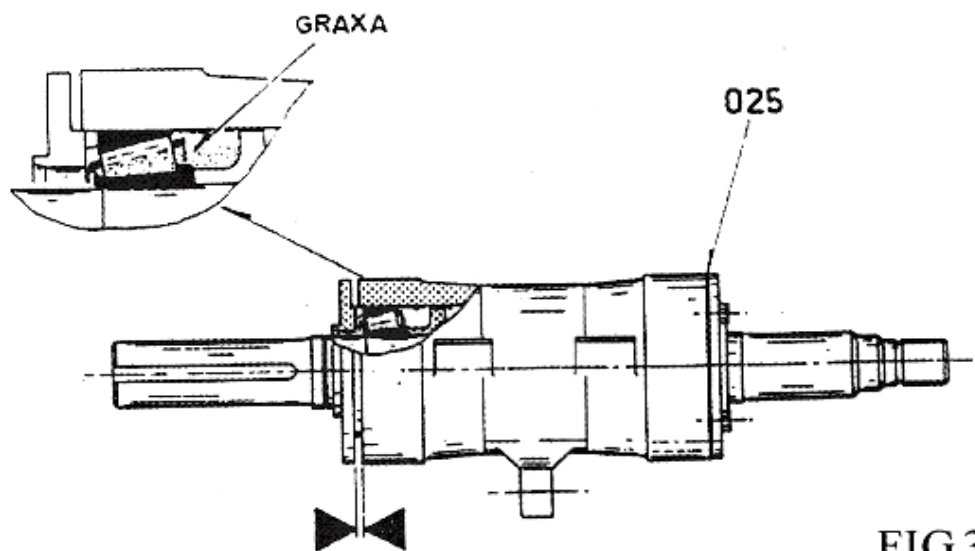
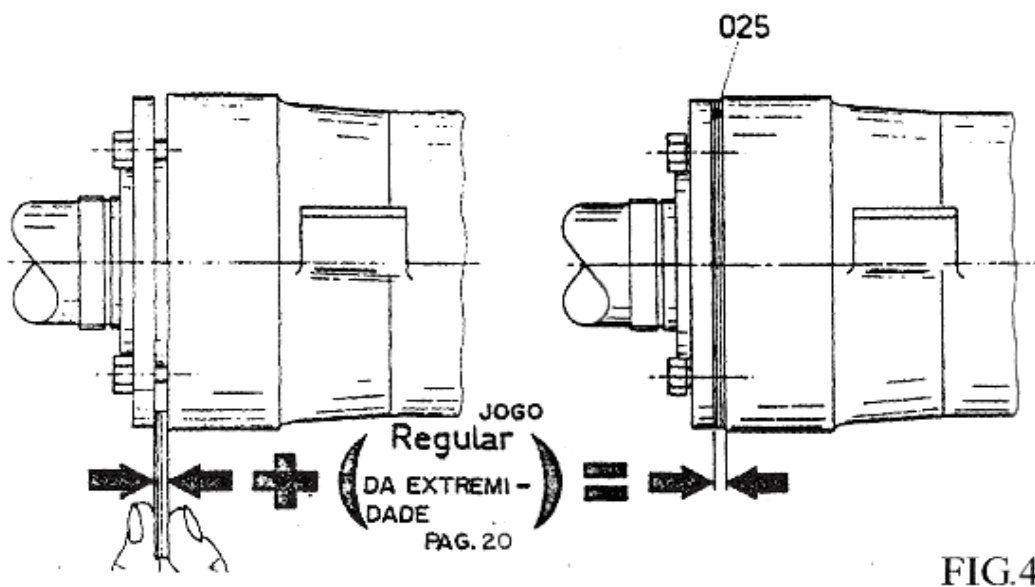

FIG.3
FIG.4
2. Aplique esta graxa com a mão ao rolamento para encher o espaço entre o cone e roletes. Espalhe o resto da graxa entre o rolamento e o retentor da graxa. (Vide fig. 3).
6. Coloque a tampa do Mancal (024) na caixa e insira os parafusos da tampa do Mancal (027).
- Não use calços neste estagio, eles serão usados mais tarde (vide fig. 4).
Com os calços inseridos (fig. 4) é agora necessário movimentar a extremidade da capa do rolamento de volta para a tampa do mancal, a fim de proporcionar o jogo de extremidades do rolamento.